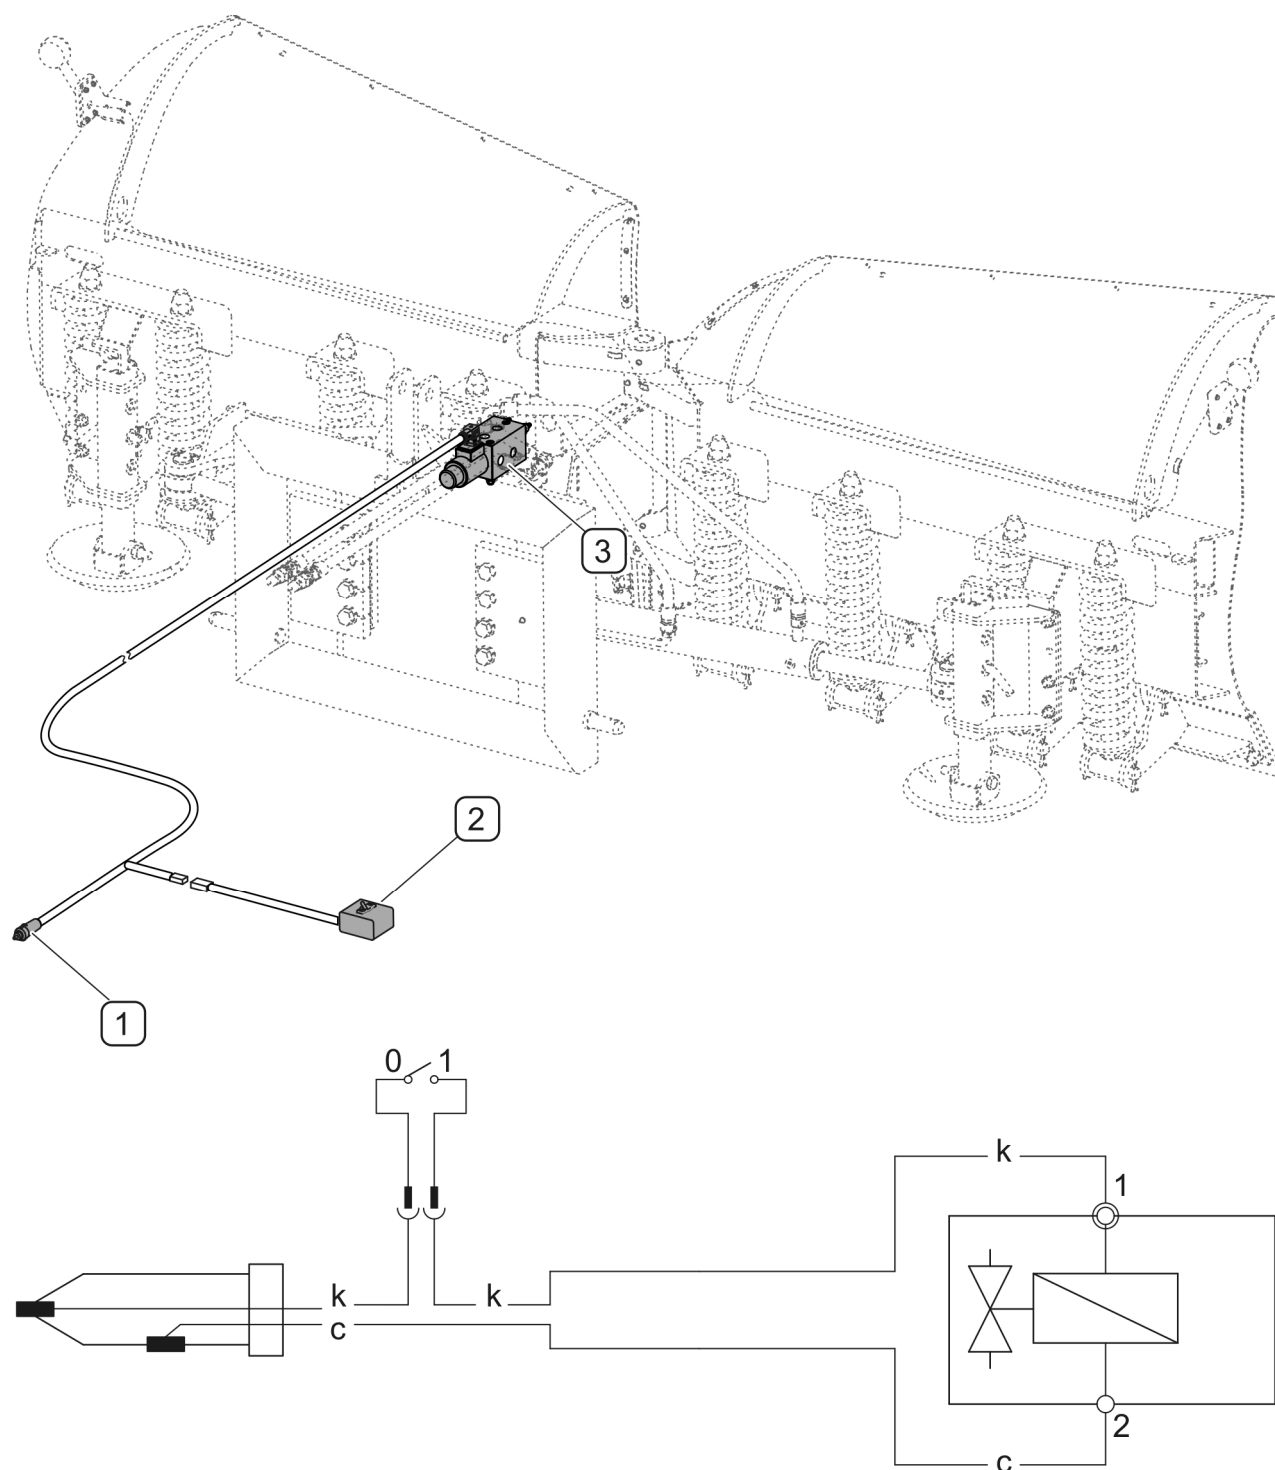

FIG 3.5 Opbygning af el-anlægget til styring af magnetventilen
(1) - cigartænderstik; (2) - omskifter; (3) - magnetventil
El-anlægget (FIG 3.5) bruges til styring af den hydrauliske magnetventil (3) og det forsynes via 12V cigartænderstik fra det bærende køretøjs el-anlæg.